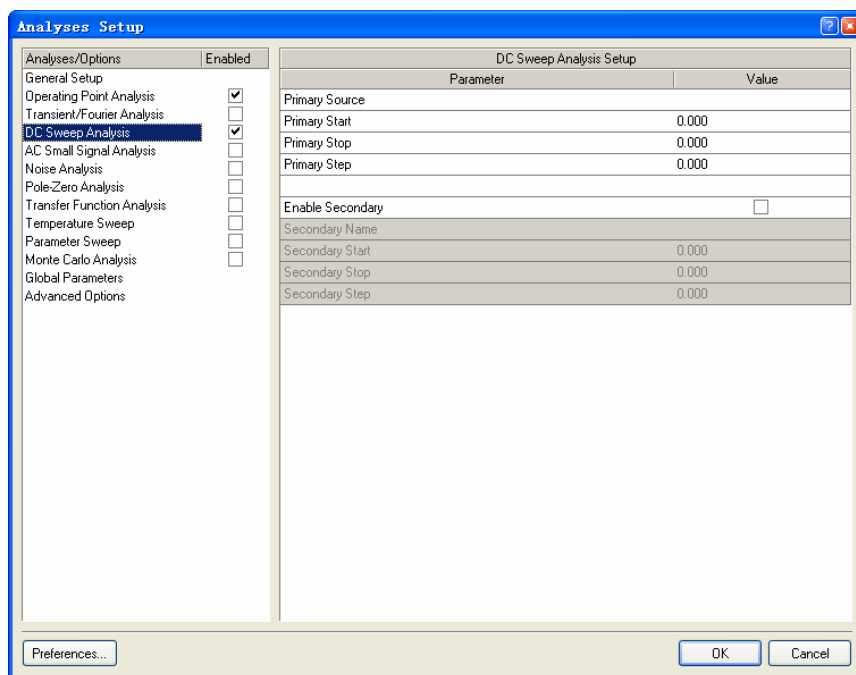

图 6.12 “DC Sweep Analysis” 设置界面
(1) 启动 Altium Designer 6, 打开 8.1 节创建的原理图文件“Sim1.SchDoc”。
(2) 选择主菜单栏中的“Design”->“Simulate”->“Mixed Sim”命令, 打开“Analyses Setup”对话框。
(3) 选择仿真的电路节点“INPUT”和“OUTPUT”作为仿真节点。
(4) 勾选“Analyses/Options”列表中的“DC Sweep Analysis”项, 并单击“DC Sweep Analysis”项, 在“Analyses Setup”对话框中打开如图 6.12 所示的“DC Sweep Analysis”设置界面。